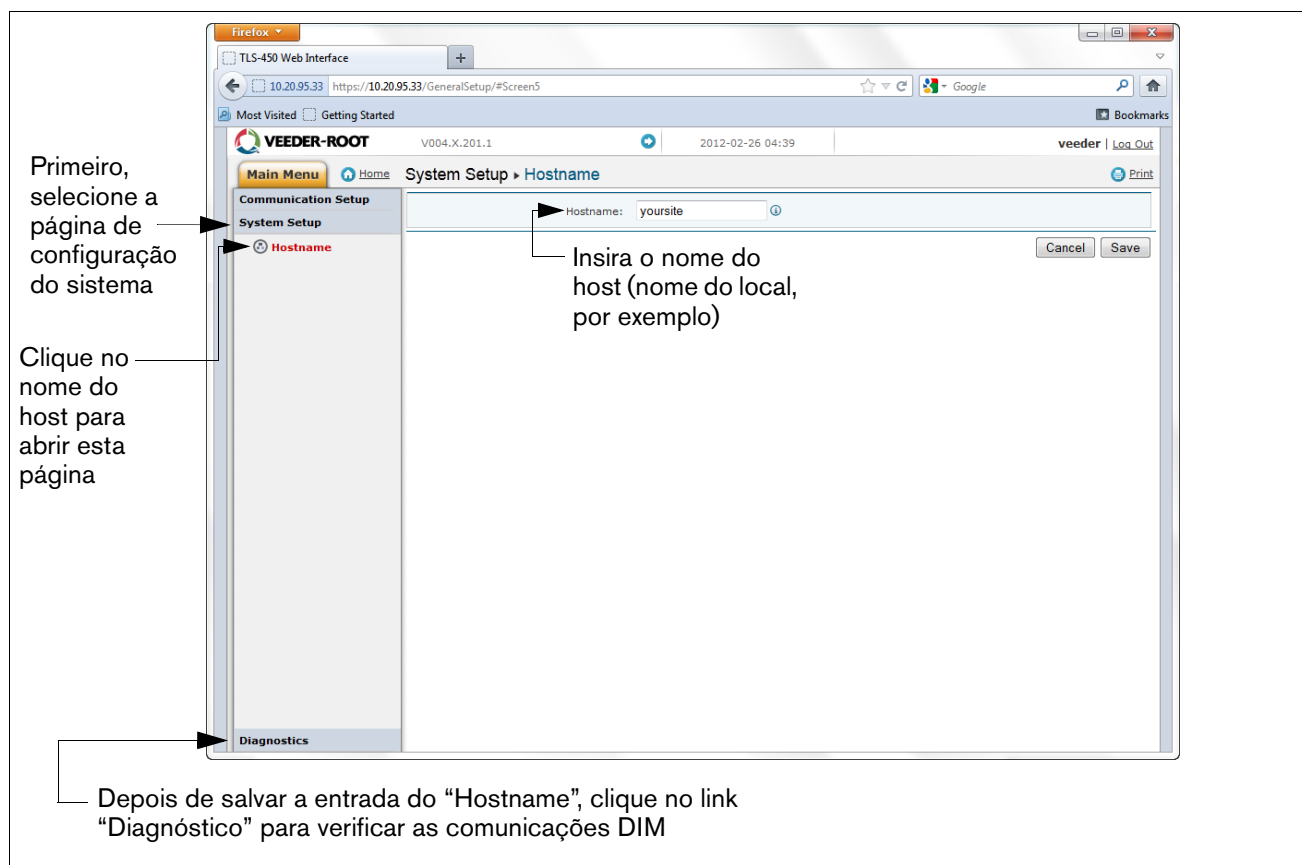

Figura B-9. Inserção de nome do Host
11. Selecione a página de “Configuração de sistema” e insira o nome do host. Depois, clique no botão “Salvar” (ver exemplo na Figura B-9). Recomenda-se que você use o nome de rede atribuído pelo administrador da rede ou outro nome que identifique o local. Ainda nessa página, clique no link para a Página de Diagnóstico (à esquerda, em baixo).